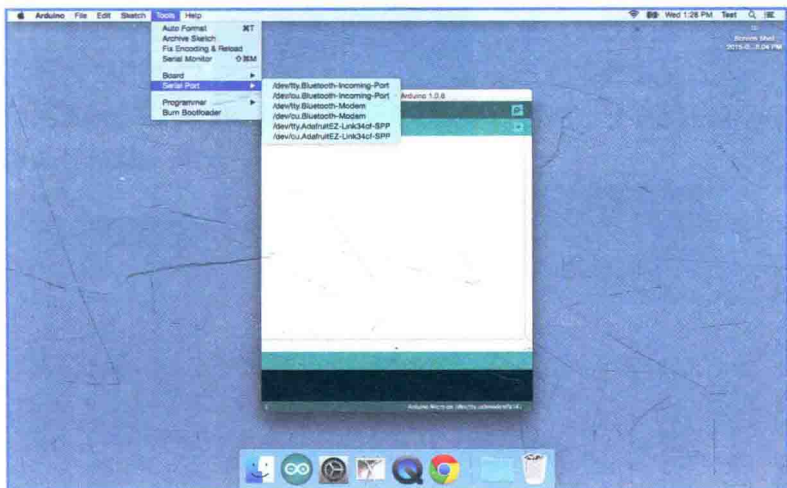

图 5.8 选择端口
4. 你还需要选择一个端口，这仍然在 Tools 菜单下，如图 5.8 所示。可能需要尝试几个不同端口以找出有效的端口。